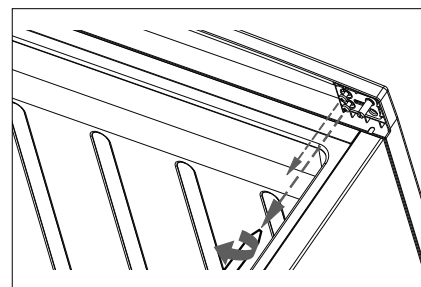

Fig. 5
- ▶ Desserrez les deux vis de fixation de la charnière supérieure à l'aide d'un tournevis cruciforme (fig. 5).